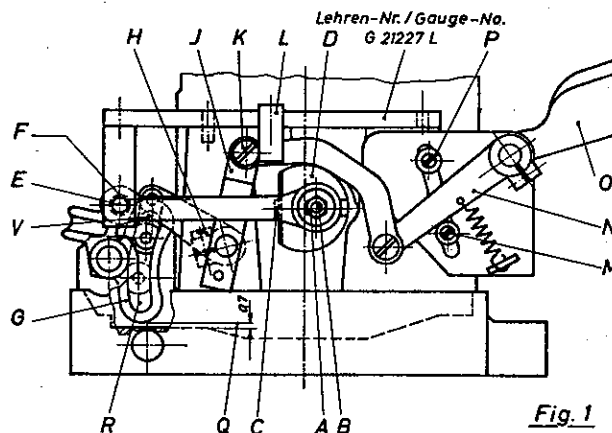

Fig.1
Der Transportmechanismus wird in der Montage nach Lehre G 21227 L eingestellt. Zur Kulisseneinstellung löse die Mutter (A, Fig.1). (ACHTUNG! MUTTER HAT LINKSGEWINDE). Stelle Bolzen (B) mittels Stellschraube (C) im Achskopf (D) so ein, daß der Stift (E) der Lehre in die Bohrung (F) des Kulissenantriebsbolzens einrastet, wenn der obere Kulissentheil in seiner äußersten Stellung in Richtung zur Nadel steht. Ziehe die Mutter (A) wieder gut an. Löse Pratzschraube (H); lege Paßstück (V) in die Kulissee (G) und stelle den Kulissenstein gegen das Paßstück (V); schwenke den Hebel (I), bis der Schraubenkopf (K) am Anschlag (L) der Lehre anliegt; ziehe die Pratzschraube (H) wieder gut an. Nun stelle den Anschlag (M) gegen den Hebel (N).
ACHTUNG! BEACHTET, DAB BEI GRÖSSTEM KULISSEN-AUSSCHLAG 0,7 mm FREIGÄNGIGKEIT ZUM GEHÄUSEBODEN VORHANDEN IST. (Q, Fig.1).
The feed mechanism is set in the assembling department by using gauge G 21227 L. To adjust rocker "G" loosen nut (A, Fig.1). (CAUTION! NUT HAS LEFT THREAD). Place the feed crank stud (B) in the main shaft slot (D) by the regulating screw (C) so, that the pin (E) of the gauge fits into the hole (F) of the feed rocker shaft, when the upper part of the segment of the rocker (G) is in its end position to the needle. Tighten nut (A). Loosen screw (H); place distance gauge (V) in the segment of the rocker (G) and press the sliding block against the distance gauge (V). Move lever (I) until the head of the screw (K) contacts the stop (L) of the gauge. Tighten screw (H). Then set stop ring (M) against lever (N).
CAUTION! BE SURE THAT THERE IS 1/32 INCH SPACE BETWEEN THE SEGMENT (G) AND THE BED AT THE LARGEST STITCH LENGTH (Q, Fig.1).